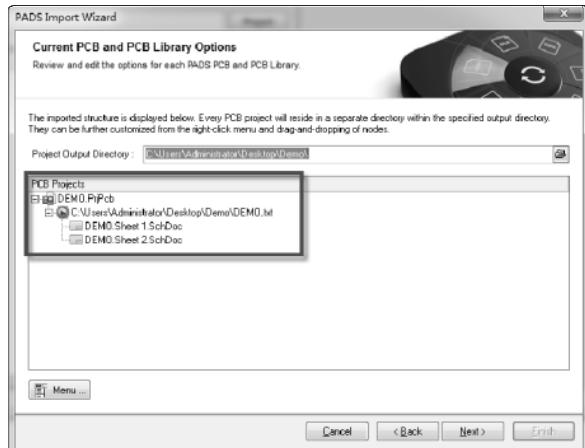

图 12-59 设置输出文件路径及预览工程文件
(4) 然后单击“Next”按钮，选择之前导出的 TXT 文档，单击“Next”按钮。
(5) 根据向导设置输出文件路径及预览工程文件，如图 12-59 所示。继续单击“Next”按钮，根据向导进行转换，直到转换完成。